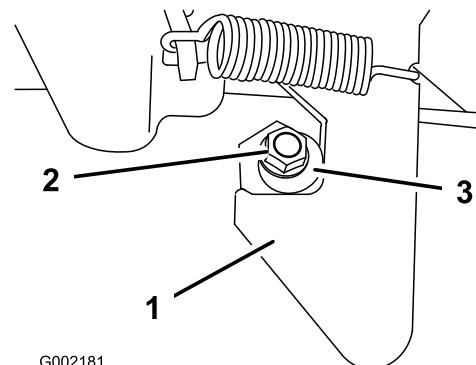

Figura 71
1. Desaperte a porca de bloqueio na extremidade do perno do trinco (Figura 71).
2. Rode o perno do trinco no sentido dos ponteiros do rel $\ddot{\text{a}}\text{o} \frac{1}{2}$ gio at $\ddot{\text{a}}\text{o} \frac{1}{2}$ encostar $\ddot{\text{a}}\text{o} \frac{1}{2}$ zona de gancho do trinco (Figura 71).